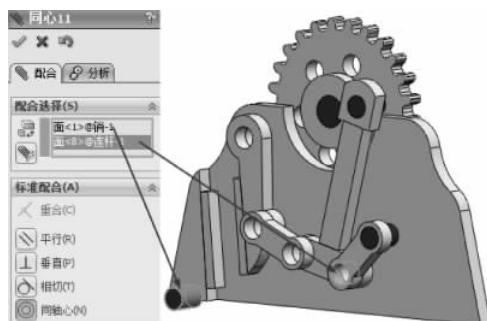

图 3-157 同轴心配合
(20) 选择【标准配合】选项组下的【同轴心】配合类型 ,在【要配合的实体】选择框 中选择如图 3-157 所示的面,其他保持默认,单击【确定】按钮 ,完成同轴心配合。